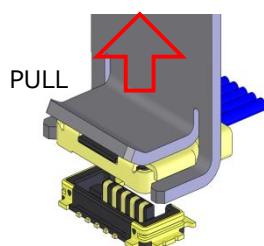

Fig.15
- ② コネクタに対し垂直に挿抜 JIG を引き上げ、プラグコネクタを除去します。(Fig.15)